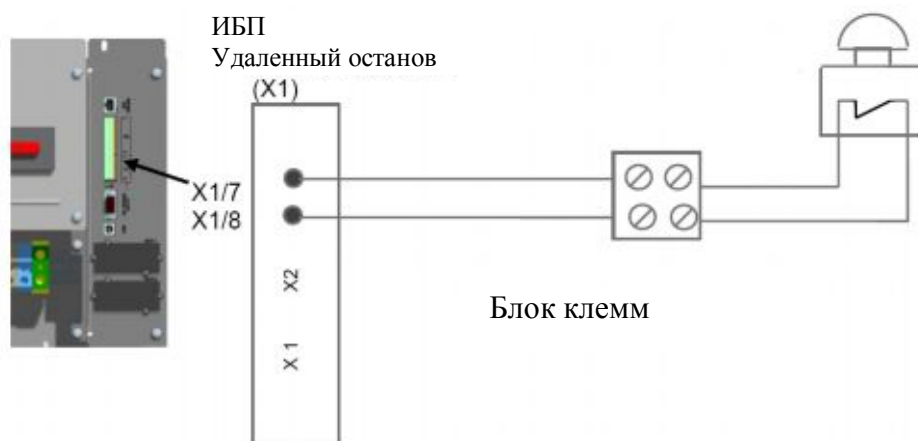

Рис. 1.2. Схема проводки для ПЕРЕКЛЮЧАТЕЛЯ УДАЛЕННОГО ОСТАНОВА
2. Подсоедините кабель, как показано на рис. 1.2.